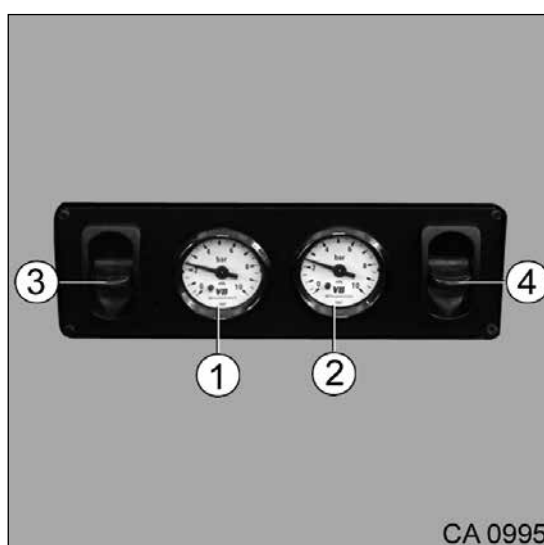

Fig. 33 Manomètre pour mesurer la pression de l'air comprimé de la suspension pneumatique additionnelle
1. Pousser le levier (Fig. 33, pos. 3) vers le haut ou vers le bas. La pression réglée peut être consultée sur le manomètre (Fig. 33, pos. 1).
1. Pousser le levier (Fig. 33, pos. 4) vers le haut ou vers le bas. La pression réglée peut être consultée sur le manomètre (Fig. 33, pos. 2).